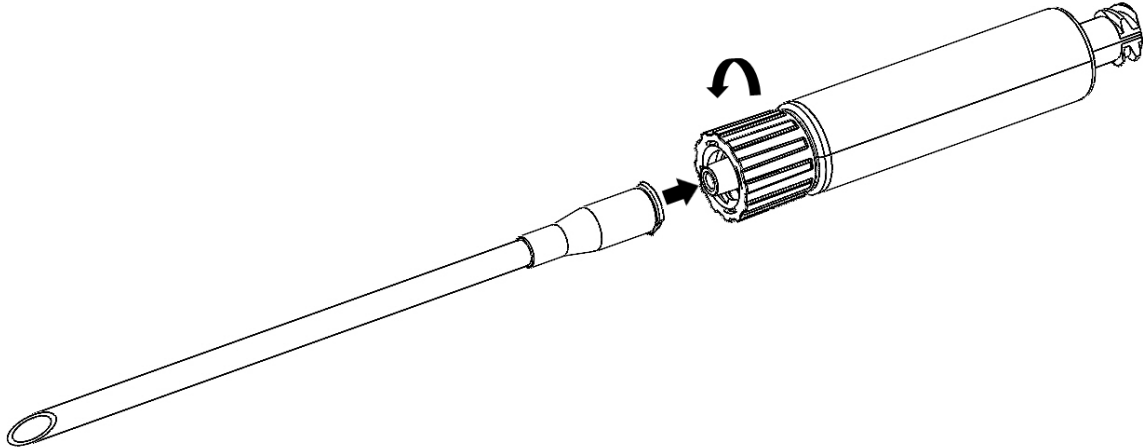

Figura 2. Conexión de la aguja de descompresión o del dispositivo de toracotomía al Capnospot
5. Conecte el extremo Luer macho del dispositivo Capnospot en la parte del Luer hembra de una aguja o de un dispositivo de toracotomía, tal y como se muestra en la figura 2.